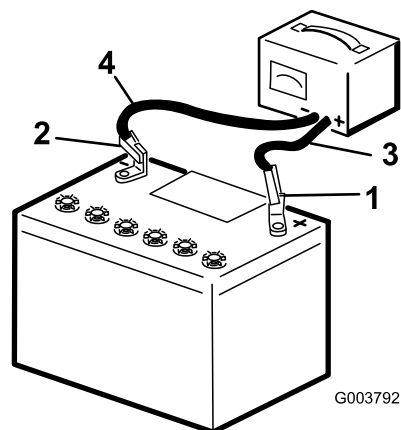

Figure 46
2. Chargez la batterie pendant 10 à 15 minutes entre 25 et 30 A, ou pendant 30 minutes à entre 4 et 6 A (Figure 46). Ne chargez pas la batterie excessivement.
3. Quand la batterie est chargée au maximum, débranchez le chargeur de la prise, puis débranchez les fils du chargeur des bornes de la batterie (Figure 46).
1. En vous servant des fixations retirées précédemment, branchez le câble positif (rouge) de la batterie à la borne positive (+) (Figure 46).
3. En vous servant des fixations retirées précédemment, branchez le câble négatif (noir) à la borne négative (-) de la batterie (Figure 46).
4. Fixez la batterie à l'aide de la barre et des écrous à oreilles (Figure 46).